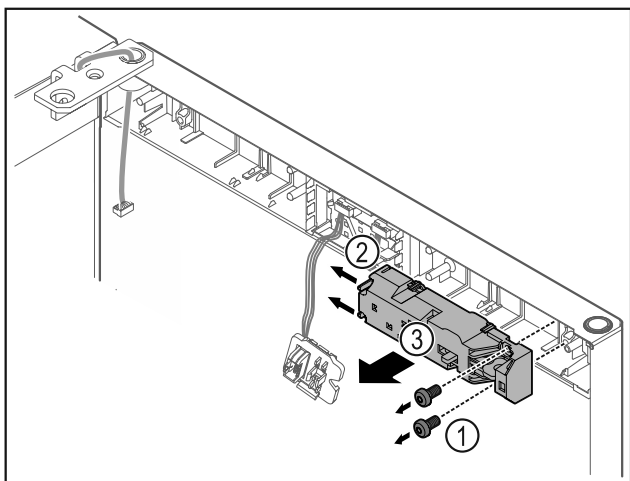

Fig. 23
- Hiqni vidat Fig. 23 (1).
- Shtyni anash gjuhëzat e kapjes Fig. 23 (2) dhe hiqni bravën me veprim distanca Fig. 23 (3).